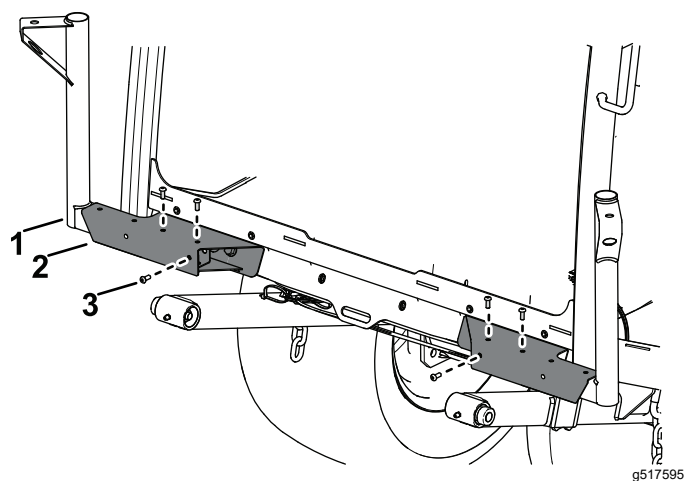

Figura 15
2. Fije el bastidor de la luz izquierda y el bastidor de la luz derecha en las bases de las luces con 3 pernos de cabeza de botón ($\frac{1}{4}$ " x $\frac{5}{8}$ ") a través de las tuercas rápidas a cada lado (Figura 15).